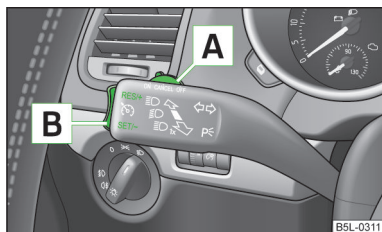

Fig. 123
- Premere l'interruttore » fig. 123 in posizione **ON**.
- Premere il tasto basculante in » fig. 123 a pagina 150 in posizione **RES**.
- La velocità memorizzata potrà essere ridotta premendo il tasto basculante in » fig. 123 a pagina 150 in posizione **SET**.
L'impianto di regolazione della velocità sarà **temporaneamente disattivato**, premendo l'interruttore » fig. 123 a pagina 150 nella posizione molleggiata **CANCEL** o tenendo premuto il pedale del freno o della frizione.
- Premere l'interruttore verso destra, » fig. 123 a pagina 150 in posizione **OFF**.